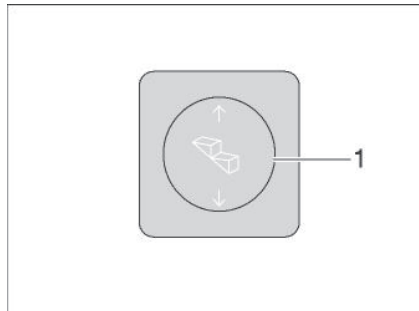

Bild 1 Bedienschalter Eintrittstufe (Abb. ähnlich)
- Wippschalter (Bild 1,1) unten drücken, bis die Eintrittstufe vollständig ausgefahren ist.
- Wippschalter (Bild 1,1) oben drücken, bis die Eintrittstufe vollständig eingefahren ist.